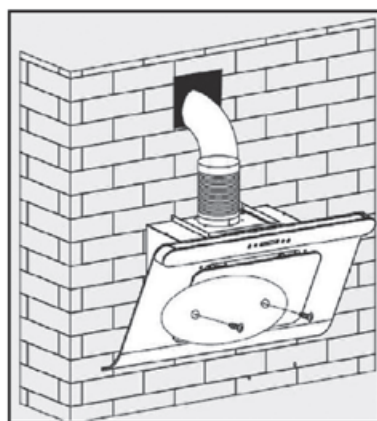

Рис. 9.5
7. Не снимая вытяжки, откройте откидную панель и снимите жирулавливающий фильтр. На внутренней стенке вытяжки найдите два отверстия, выходящие к стене. Отметьте их (рис. 9.5)